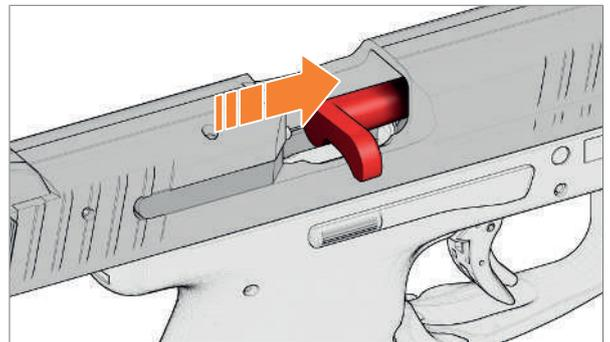

Abb. 31: Sicherheitsfahne einsetzen
3. Sicherheitsfahne in das Patronenlager einsetzen (Abb. 31).